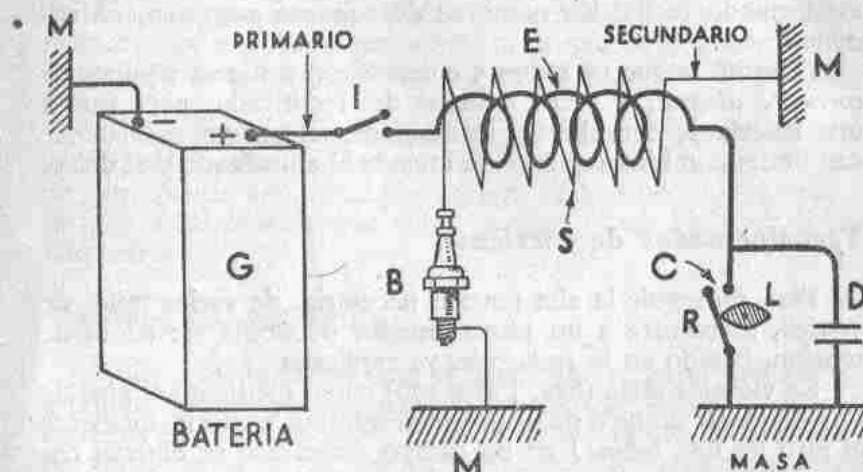
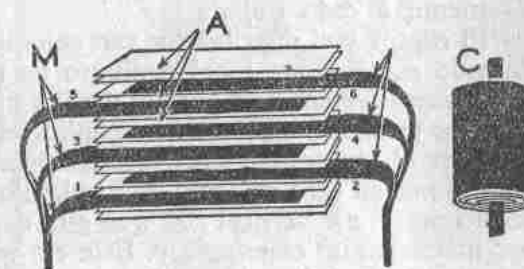

Fig. 198.—Esquema del encendido: al cortar la corriente primaria  $R$ , nace otra corriente en el secundario que salta en forma de chispa en la bujía  $B$ .
Fig. 199.—Constitución de un condensador  $C$ .
Por medio de un electroimán, y con este mismo principio de la variación del flujo, se puede producir nueva corriente eléctrica. En efecto: en la figura 180 se tiene un generador de corriente *G* (por ejemplo una batería), y si se cierra el interruptor *I*, la bobina *E* se convierte en un electroimán cuyo flujo va del polo N. al S. por fuera y regresa de S. a N. por dentro del núcleo (fig. 181). Si se abre el interruptor *I*, la corriente cesa de circular, y, por tanto, el flujo desaparece; al cerrarlo de nuevo vuelve el flujo a aparecer, y así sucesivamente. Pues bien: encima de la bobina *E* y sobre su mismo núcleo, se arrolla una segunda bobina *S* (fig. 198) (1), uno de cuyos extremos se une a masa y el otro a la bujía *B*. Supuesto el interruptor *I* (llave del encendido) cerrado, y que el *R* se está abriendo y cerrando (por la acción de una leva gira-
(1) Se suprime el núcleo en esta figura para mayor claridad.
Cada vez que se abren los contactos  $C$  tiende a saltar entre ellos una pequeña chispita (la de la corriente cortada) que los quemaría pronto; para evitarlo se deriva entre los contactos un *condensador*  $D$ , compuesto por finas hojas metálicas  $M$  (fig. 199) separadas por hojitas de papel  $A$  u otro aislante. El condensador tiene las propiedades siguientes: no deja pasar la corriente continua; deja paso a la alterna y, sobre todo, absorbe las chispas que pudieran producirse entre los contactos  $C$  (fig. 198), porque estas chispitas tienen carácter alterno de gran frecuencia y se van a masa por el condensador.